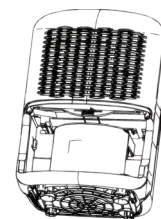
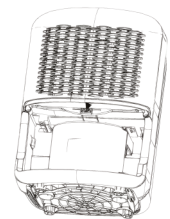

Fig. 14
Fig. 15
- Colocar el filtro en la unidad, a continuación, pulse la pestaña en el el filtro ligeramente y empuje el filtro hacia arriba. (Véase Fig.14 y Fig.15).